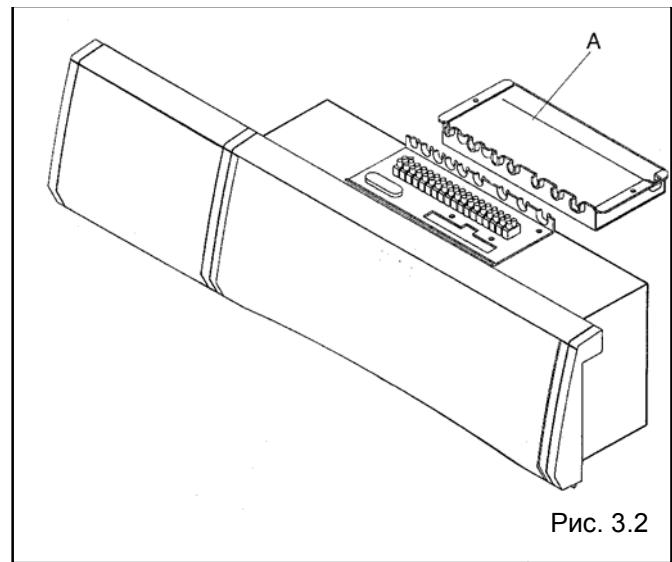

Рис. 3.2
- снимите защитную крышку A, отвинтив два винта; это открывает доступ к клеммам (рис. 3.2);